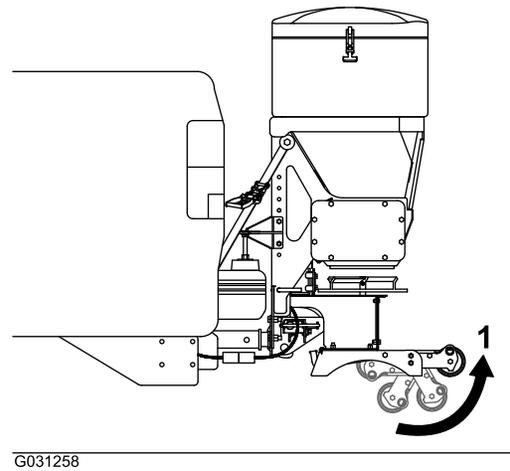

Bild 18
3. Klappen Sie die Räder an der Haltevorrichtung unter dem Streuer nach außen (Bild 18).